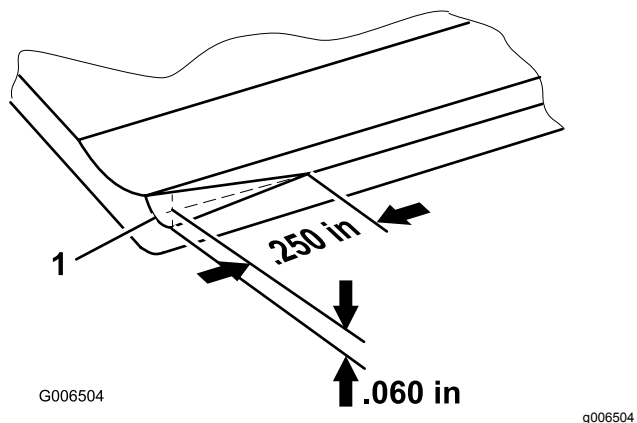

Рисунок 22
**Примечание:** Со временем потребуется заново заточить фаску (Рисунок 22), поскольку она рассчитана только на 40% срока службы неподвижного ножа.